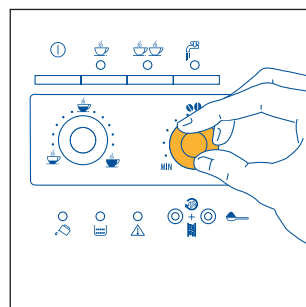
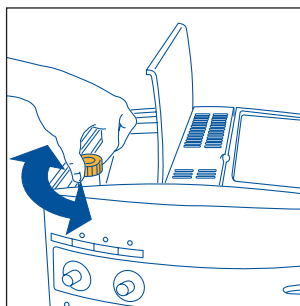

Fig.7
Fig. 17
- 2) Regule el mando derecho (fig.7) para configurar el gusto deseado del café. Cuanto más lo gire hacia la derecha, mayor será la cantidad de granos de café que la máquina molerá y, por consiguiente, el gusto del café será más fuerte. La primera vez que se use la cafetera habrá que hacer varios cafés hasta encontrar la posición correcta del mando. Procure no girar totalmente hacia la derecha el mando porque el café podría salir muy lentamente (a gotas), especialmente cuando se desean servir dos tazas de café.
NOTA 1: si el café sale en gotas o no sale, hay que girar el regulador del molido (fig. 17) una posición hacia la derecha (véase § 6). Proceda moviéndolo a una posición por vez hasta obtener una erogación satisfactoria.
NOTA 2: si el café sale muy rápido y la crema no le satisface, gire un poco el regulador derecho (fig. 7) hacia la derecha. Haga varios cafés para determinar la posición correcta del regulador. No gire mucho hacia la derecha porque el café podría salir muy lentamente (a gotas), especialmente cuando se desean hacer dos tazas de café. Si después de algunos cafés no obtiene una crema que le satisfaga, gire también el regulador del molido (fig.17) una posición hacia la izquierda (véase § 6).
Para resolver este inconveniente es necesario regular el molido del molinillo girando el regulador (fig.17) una posición hacia la izquierda (tal como descrito en el cap. 6).
De todas maneras, después de haber hecho los primeros cafés, si la erogación fuera muy rápida o muy lenta (a gotas) es necesario corregirla con el regulador del grado de molido (fig. 17). Girando el regulador una posición hacia la derecha (igual a una cifra), el café sale más rápidamente (sin gotas).